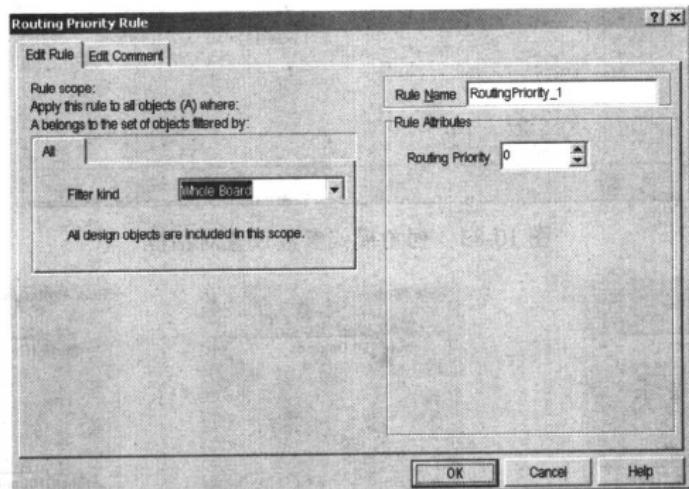

图 10-86 布线优先级设置对话框
- Routing Priority: 布线优先级。该规则用于设置各个网络布线的先后顺序。PCB 编辑器提供有 0~100 共 101 级优先级。100 为最高优先级, 即最先进行布线; 0 为最低优先级, 即最后进行布线。Routing Priority Rule (布线优先级) 设置对话框, 即如图 10-86 所示。在 Rule Attributes 栏中的 Rule Priority 处设置优先级。